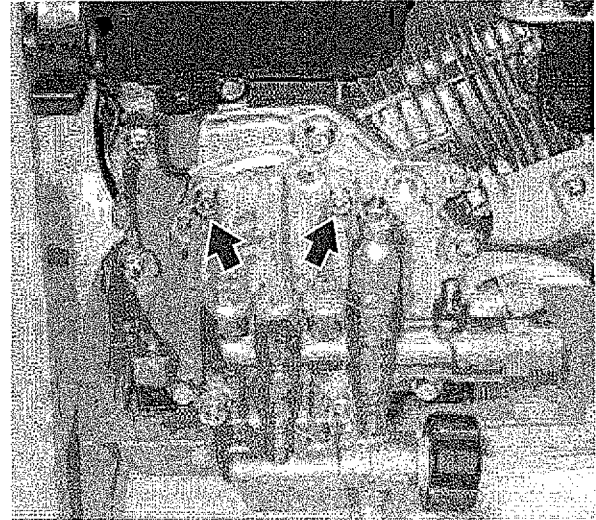

Figura 74 – Pernos de montaje de bomba
2. Retire los 4 pernos de montaje que sujetan la bomba al motor (Ver Figura 74).
3. Deslice la bomba fuera del cigüeñal (Ver Figura 74).